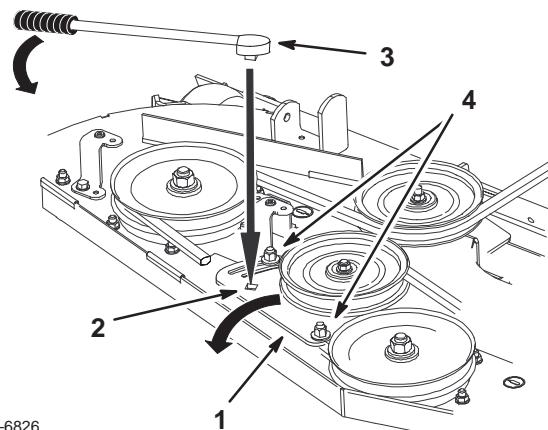

Figure 70
- Desserrez l'écrou de fixation de la plaque de la poulie de tension et déplacez la plaque pour détendre la courroie sur la poulie de tension. Déposez la courroie usée du plateau de coupe (Fig. 70).
5. Si un réglage est nécessaire, desserrez la plaque du bras de tension et effectuez le réglage (Fig. 70).
6. Insérez un manche à rochet ou une barre de levier dans le trou carré de la plaque pour régler la tension (Fig. 70).
7. Pour augmenter la tension de la courroie, tournez la plaque de la poulie de tension jusqu'à ce qu'une résistance soit sentie et que la rotation s'arrête. Ne continuez pas quand elle s'arrête (Fig. 70).
8. Serrez les boulons de la plaque de la poulie de tension (Fig. 70).
10. Réglez la tension de la courroie et la plaque de la poulie de tension au besoin, et serrez fermement toutes les fixations (Fig. 70).